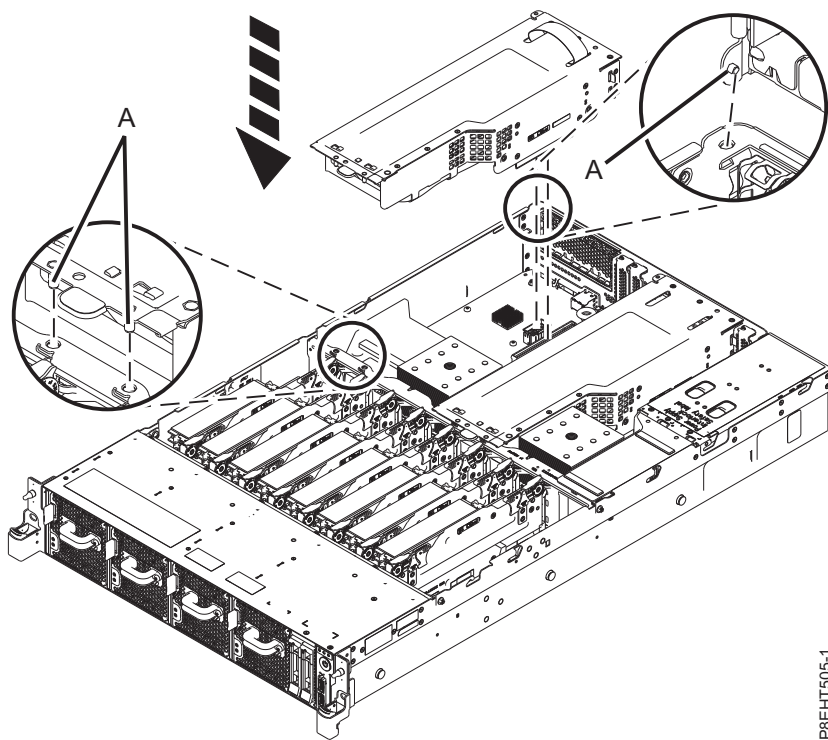

Figura 42. Instalando o riser PCIe
- Usando os 3 pinos de alinhamento (A), coloque o riser PCIe no sistema. Empurre-o para baixo no lugar até que esteja firmemente encaixado no sistema. Consulte Figura 42 na página 38.